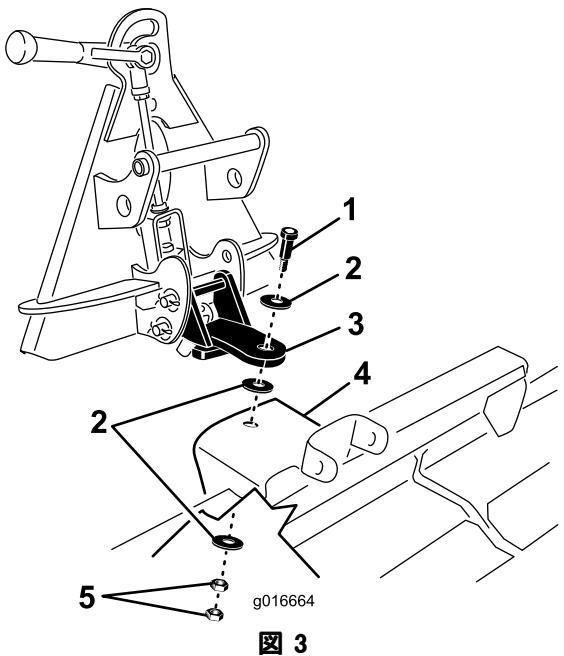

図 3
1. ピボット・アセンブリをツースレーキに取り付ける；ショルダボルト（1本）、ワッシャ（2枚）、ジャムナット（2個）を使用し、図 3のように取り付ける。